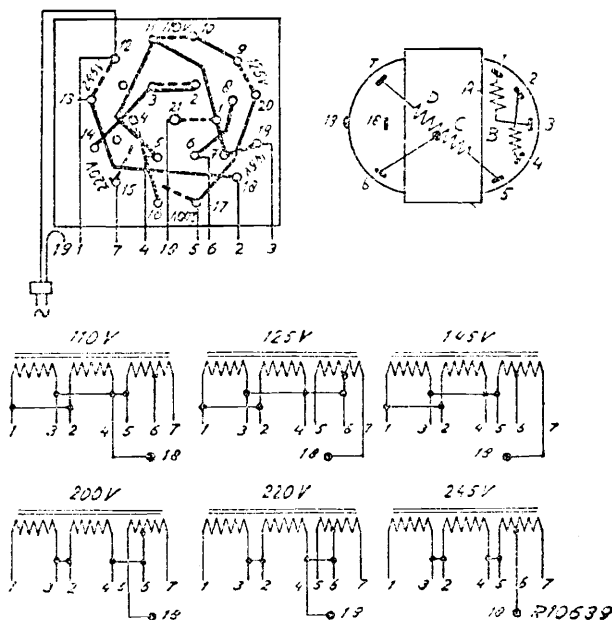

Fig. 5
2. 15° mal aanbrengen (zie fig. 5) en variabele condensator voorzichtig er tegen aan draaien.